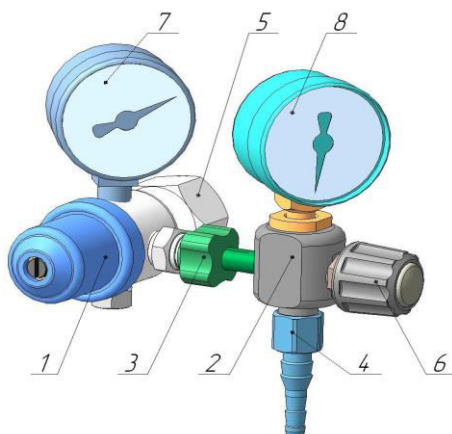

Рис.1 Комплект редуциро-регулирующий (РР) (в собранном виде)
Внешний вид комплекта РР показан на рис.1
3.1 Порядок подготовки (см. рис.1)